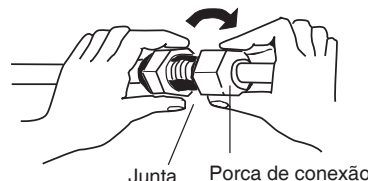

Fig. 5-5
- (3) Para a ligação adequada, alinhar o tubo de união e alargar os tubos retos um com o outro, em seguida, apertar a porca de conexão levemente no início para obter uma correspondência suave. (Fig. 5-5)